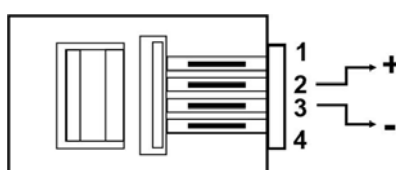

Рис. 6. Схема подключения вилки 4P4C
- 10. Разъем «LINE OUT»** - разъем (типа 4p4c) предназначен для подключения к аудио входу контроллера. Требуемая схема подключения вилки TP-4p4c показана на Рис.6
- 4) Проложите линию аудио от пульта к контроллеру. Линия должна быть выполнена самостоятельным кабелем типа «витая пара в экране» (FTP CAT5). **ВНИМАНИЕ:** Запрещается использовать данный кабель для передачи каких-либо других сигналов. Рекомендуется, чтобы у пульта, была установлена распределительная коробка с клеммной колодкой, к которой была бы подключена проложенная линия аудио, а подключение пульта к розетке выполнено гибким соединительным кабелем. В случае, если кабель линии связи подключается непосредственно к пульту, он должен быть оконцован вилкой TP-4p4c в соответствии с Рис. 6